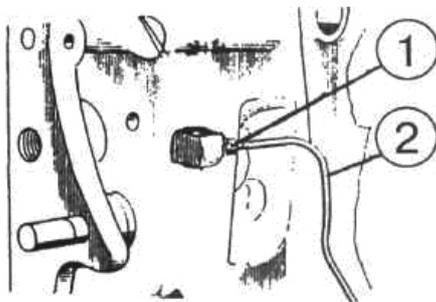

Рисунок 4.51
1) отверните накидные гайки (1) (рисунок 4.51) и снимите трубопровод (2);